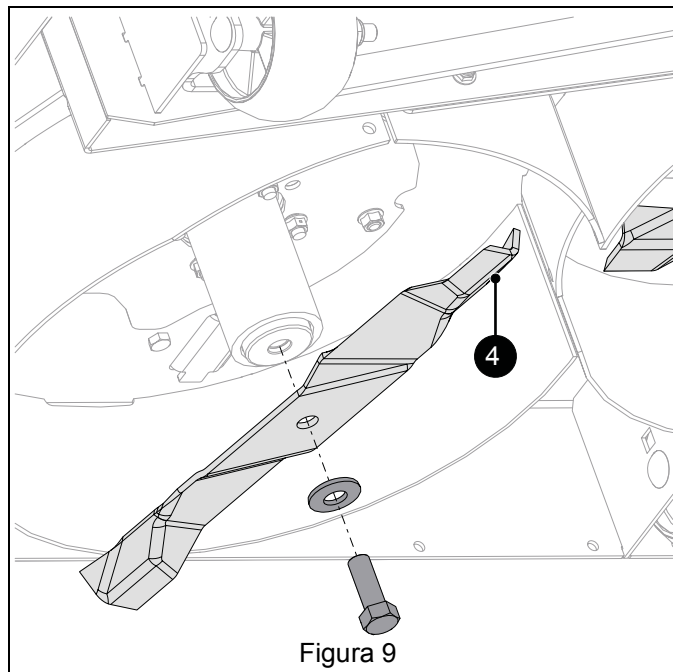

Figura 9
4. Fissare una lama di pacciamatura (elemento 4) a ciascun porta albero con la bulloneria originale della lama. Assicurarsi che le rondelle siano montate con il lato a coppa rivolto verso le lame e con una coppia di 156 N•m – 217 N•m (115 lb-ft – 160 lb-ft). Vedere Figura 9.